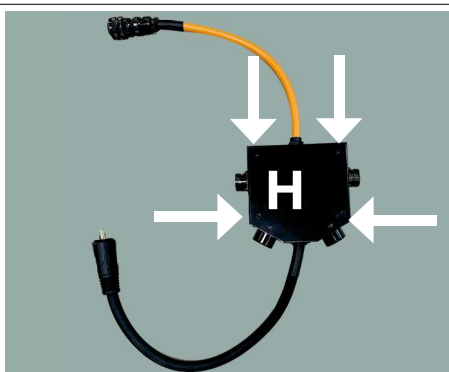
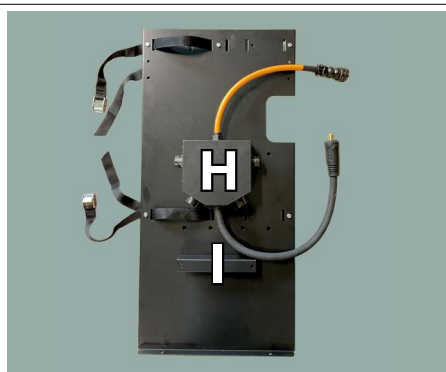

Fig. 13
Fig. 14
Unire lo sdoppiatore (H) al porta bombola in dotazione al kit utilizzando i 4 fori di fissaggio indicati in fig.13 le 4 viti testa a croce M4x8 come da fig. 14
*Join the splitter (H) to the cylinder holder supplied with the kit using the 4 fixing holes indicated in fig.13 and the 4 M4x8 cross-head screws as shown in fig. 14*
Unir el divisor (H) al portabombona suministrado con el kit utilizando los 4 orificios de fijación indicados en la fig.13 y los 4 tornillos de cruz M4x8 como se muestra en la fig. 14